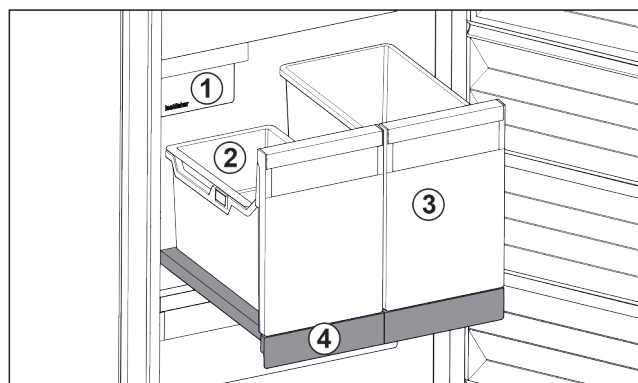

Fig. 40 Vysouvací přihrádka s IceTower
- (1) IceMaker
- (2) Závěsná miska pro kostky ledu
- (3) Nádobka např. pro pizzu, alkoholické nápoje
- (4) Vysouvací přihrádka
Na vysouvací přihrádce jsou dvě vysoké nádoby (IceTower). V nádobě Fig. 40 (2) se shromažďují a skladují kostky ledu z IceMaker. Nádobka Fig. 40 (3) se hodí pro skladování vysokých potravin jako pizzy nebo alkoholické nápoje.